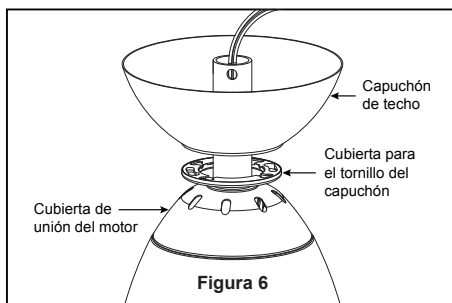

Figura 6
- ☐ 6. Pase los cables a través de la cubierta de unión del motor, la cubierta para el tornillo del capuchón y el capuchón de techo. (Figura 6)